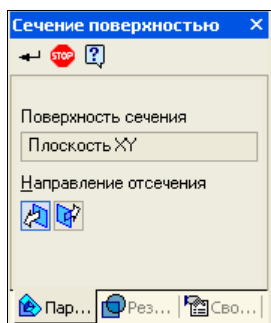

Рис. 17.30. Панель свойств:
- ♦ в Дереве модели ЛК мыши укажите элемент **Плоскость XY**. Панель свойств: **Сечение поверхностью** (рис. 17.30) имеет три вкладки: **Параметры**, **Результат операции** и **Свойства**. На Панели свойств на вкладке **Параметры** в разделе **Направление отсечения** установлено по умолчанию **Прямое направление**.